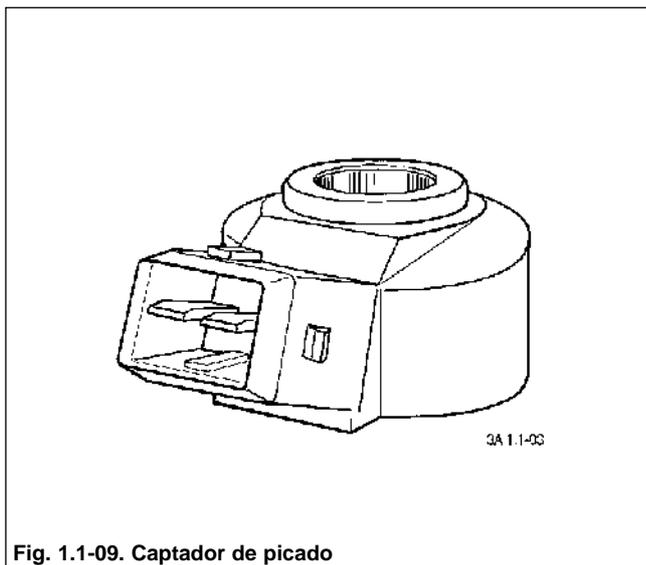
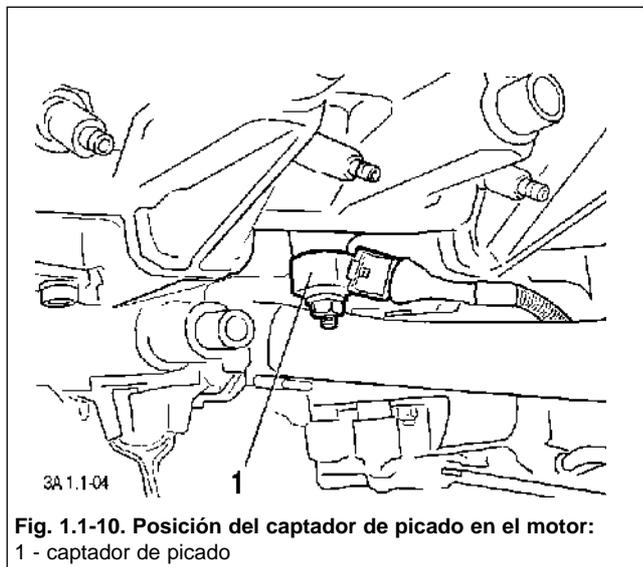

Fig. 1.1-09. Captador de picado
Fig. 1.1-10. Posición del captador de picado en el motor:
El captador de picado (CP) (fig. 1.1-09) está instalado sobre el bloque de cilindros (fig.1.1-10). El elemento sensible piezocerámico genera la señal de tensión de la corriente alterna, la amplitud y la frecuencia de la cual corresponde a los parámetros de la vibración del motor.